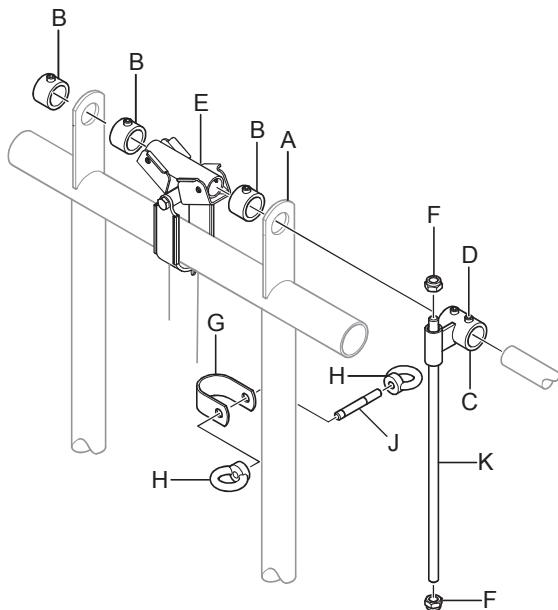

Fig. 24: Montering av styringsenhet og låseinnretning.
1. Plasser stoppringene (B), låseinnretningsene (E) (1 per åpning) og kontrollen (C) på kontrollrørføringen. For mer informasjon, se Fig. 24.
2. Monter to stoppringer (B) på den ene siden av en seksjon som styres av en kontrollenhet. Plasser dem på begge sider av kontrollrørføringen (A). For mer informasjon, se Fig. 24.
3. Monter én stopring (B) og kontrollenheten (C) på motsatt side av seksjonen. Plasser dem på begge sider av kontrollrørføringen. For mer informasjon, se Fig. 24.
4. Trekk til innstillingsskruene (D) på stoppringen og kontrollenheten.
5. Monter håndtaket (K) på kontrollenheten og sett på de to låsemutterne (F).
6. Monter braketten (G) med bolten M10 x 65 (J) og løfteøyemutterne (H) på det vertikale røret. Den skal monteres for å låse håndtaket.